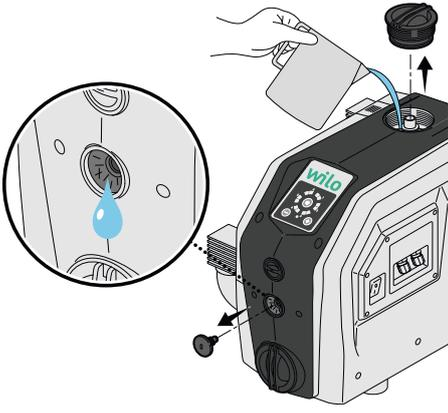

Fig. 8: Täyttö
- 2. Kaada tuotteeseen vettä (n. 1,5 l), kunnes vettä tulee pois tuuletusaukosta (Fig. 8).
- 4. Avaa sulkuventtiilit (pos. 1, 2).